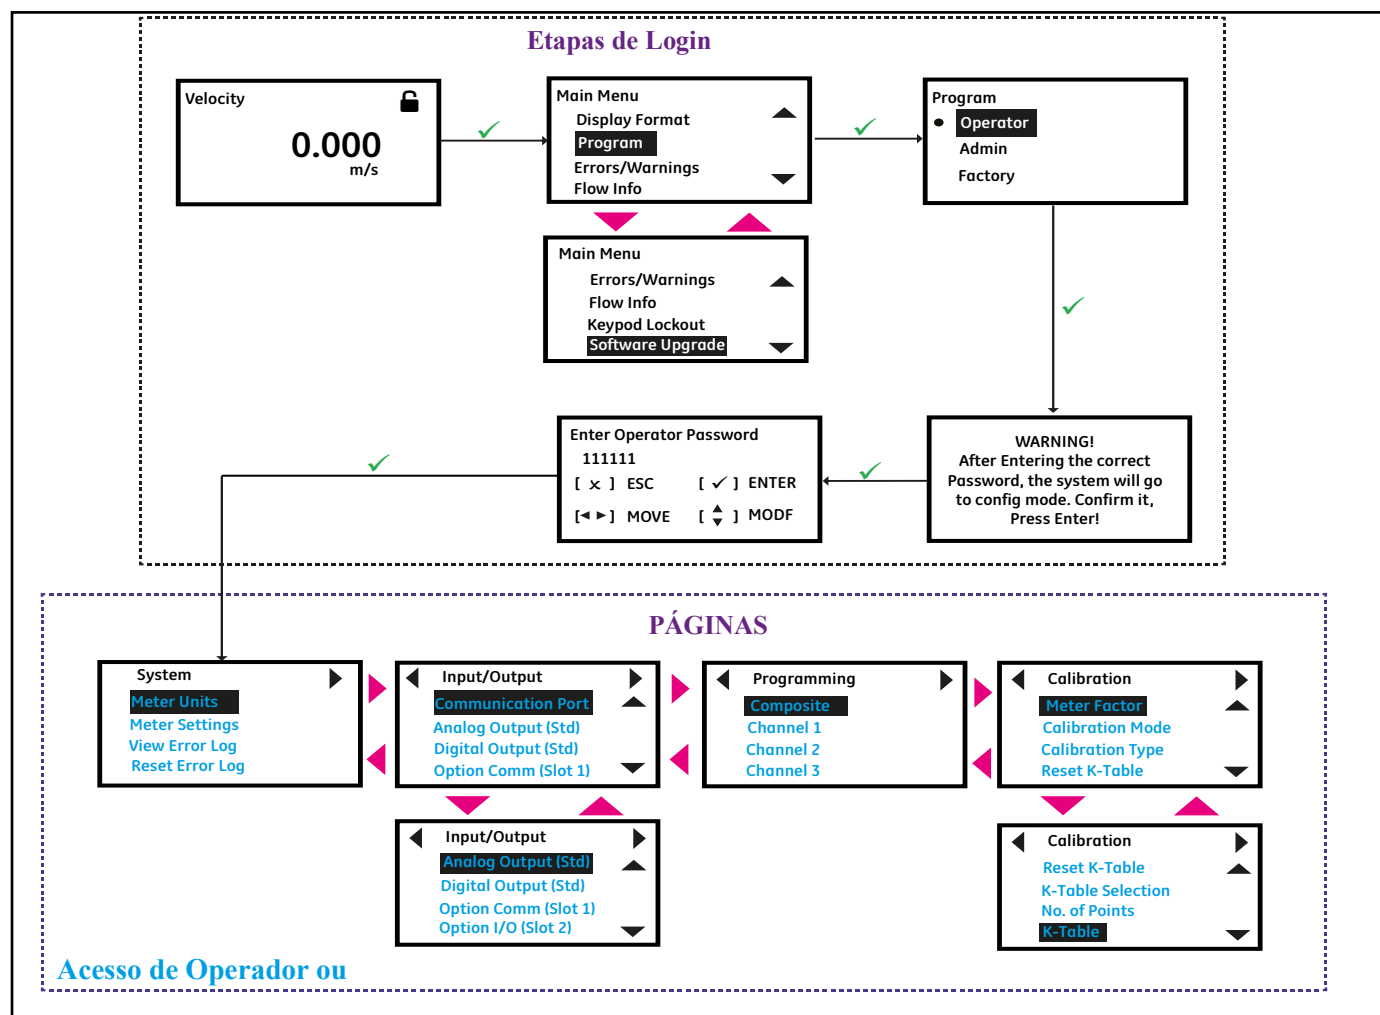

Figura 38: Etapas de Login e Páginas Primárias
5. Após concluir as etapas de login, você verá as páginas primárias conforme mostrado em *Figura 38* Para passar de uma página para a próxima, pressione [◀] ou [▶] e para rolar as opções dentro de uma página, pressione [▲] e [▼].